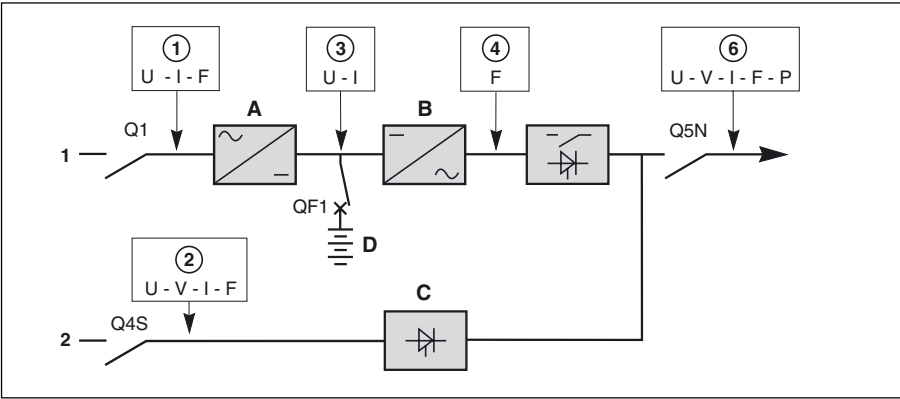

Abb. 23
Im Display (23) werden verschiedene Eingangs- und Ausgangsmeßwerte angezeigt (siehe Abb. 23):
► **Netz 1 (1)**
► **Netz 2 (2)**
► **Batterie (3)**